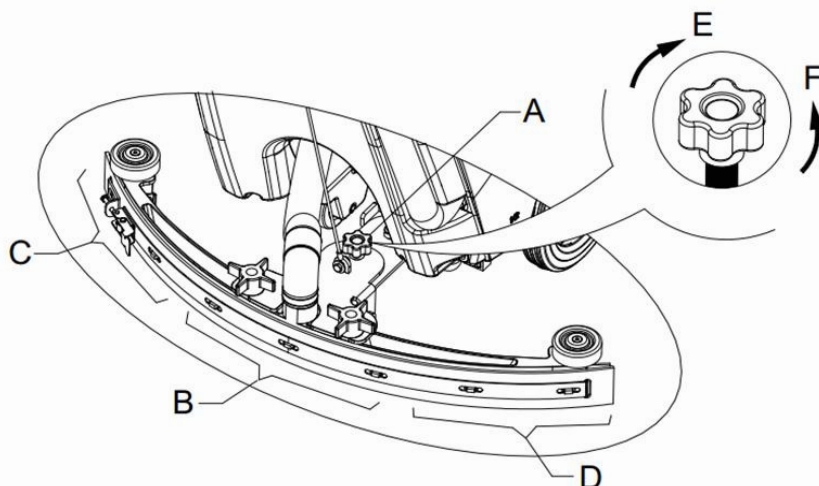

Abbildung 9
10. Passen Sie die Saugleiste durch den Einstellgriff (A) an (siehe **Abbildung 9**).